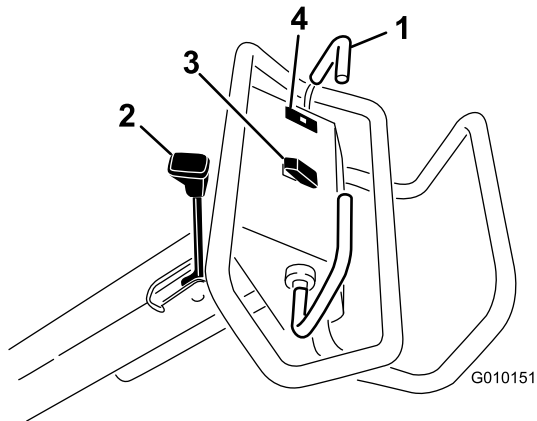

Bild 13
Bewegen Sie den Fahrtriebshügel nach vorne, um vorwärts zu fahren. Bewegen Sie den Fahrtriebshügel nach hinten, um rückwärts zu fahren (Bild 13).
- Schieben Sie zur Aktivierung der Feststellbremse den Feststellbremshebel zum Bedienergriff (Bild 13).
Die Öldruck-Warnleuchte (Bild 13) leuchtet auf, wenn der Motoröldruck unter einen sicheren Stand fällt. Wenn der Öldruck je niedrig ist, stellen Sie den Motor ab und suchen Sie nach der Ursache. Beheben Sie den Schaden, bevor Sie den Motor wieder anlassen.
Anheben: Drücken Sie den Schalter oben (Bild 13), um den Aerifizierkopf anzuheben und auszukuppeln. Hubdruck besteht nur bei laufendem Motor. Wenn der Aerifizierkopf unter der Transporthöhe ist, siehe Zurücksetzen des Systemsteuerungsschaltkreises \(Seite 27\).
Absenken/Aktivieren: Drücken Sie den Schalter unten (Bild 13), um den Aerifizierkopf abzusenken und einzukuppeln. Der Fahrtriebshügel muss in der Vorwärtsstellung sein, um den Schalter zu aktivieren.